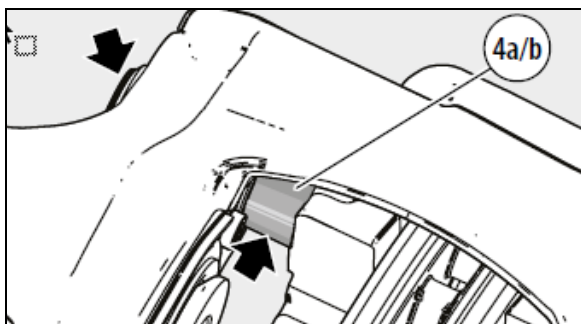

FIGURE 41: ÉLIMINER LA POUSSIÈRE DE LA DOUILLE DE GUIDAGE
5. Pousser l'étrier vers le centre du véhicule (voir Figure 41).